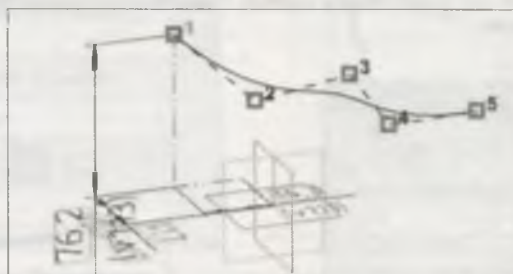

Рис. 22.9. Построение сплайна по полюсам
- ◆ для завершения построения ломаной нажмите кнопку **Создать объект** — в графической области появится пространственная ломаная (рис. 22.9), а в **Дереве модели** — ее пиктограмма.